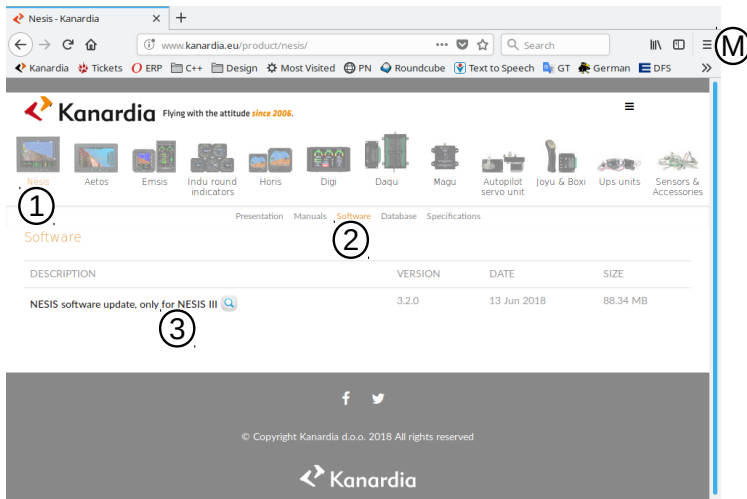

FIGURE 4.1 – Illustration de la page de téléchargement du logiciel Nesis. En général, seule la dernière mise à jour est disponible.
- ① Ouvrez la page d'accueil et sélectionnez l'icône *Nesis* en haut. Cela conduit à la page spécifique du Nesis.
- ② Sélectionnez ensuite *Software*. Cela ouvre une page avec le logiciel spécifique au Nesis. Un exemple est présenté dans la figure 4.1.
- ③ Cliquez sur le lien pour lancer le processus de téléchargement du fichier logiciel sélectionné.
1. Cliquez sur le symbole de menu ☰. Voir l'étiquette (M) dans la figure 4.1.